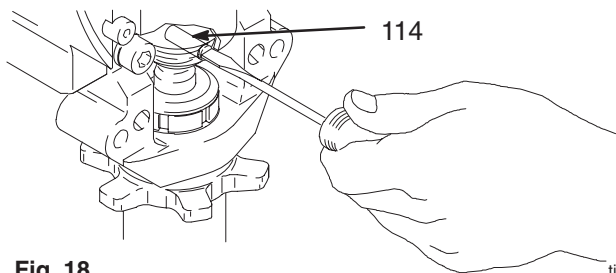

Fig. 18
3. Fig. 18. Brug en skruetrækker til at skubbe holdefjederen op og derefter stiften ud.
2. Fig. 18. Skub stiften (21) ind i hullet. Skub holdefjederen ind i rillen hele vejen rundt om stempelstangen.